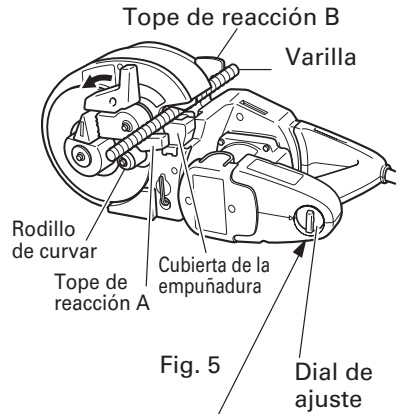

Fig. 5
### 1. Corte normal (Fig. 5)
- (3) Ponga la unidad en la posición indicada en la Fig. 5.
- (4) Coloque la varilla a cortar en la cortadora inferior.
- (5) Al colocar la varilla, asegúrese de que el tope de reacción B esté enganchado a la varilla.
- (6) Tire del interruptor de disparo y corte la varilla.